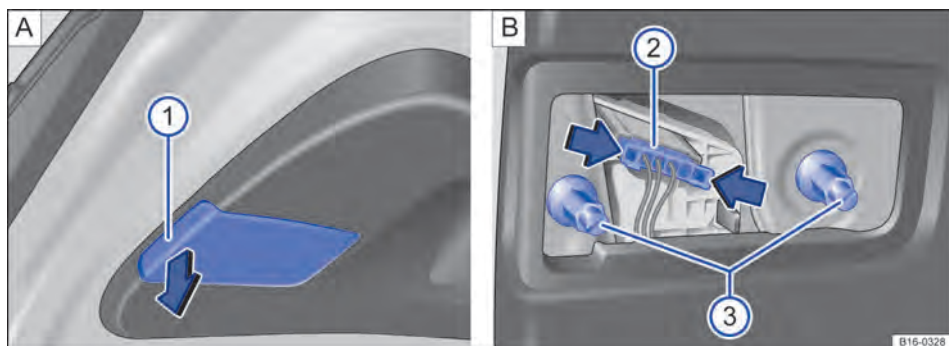

Fig. 185 Na tampa do compartimento de bagagem: **A** desmontar a cobertura da lanterna traseira, **B** desmontar a lanterna traseira.
3.	Com a haste da chave de fenda das ferramentas de bordo → Página 225, levantar cuidadosamente a cobertura no entalhe → Fig. 185 A ❶.
4.	Apertar os encaixes no conector → Fig. 185 B ❷ no sentido da seta e puxar o conector.
5.	Soltar os parafusos → Fig. 185 B ❸ e retirar cuidadosamente a lanterna traseira da tampa do compartimento de bagagem.
9.	Segurar a lanterna traseira na posição de montagem com uma das mãos e rosquear os parafusos de fixação com a outra mão → Fig. 185  ③.
10.	Encaixar o conector → Fig. 185  ② no suporte da lâmpada.